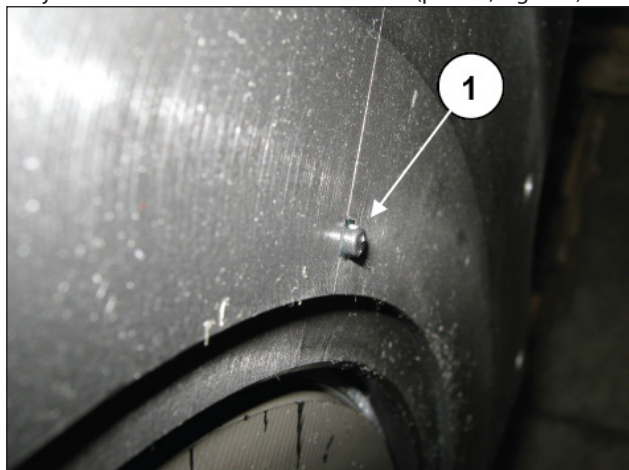

Fig. 115
Introducir la anilla de retención radial dentro de la tapa del cojinete PTO (pos. ①, Fig. 115).